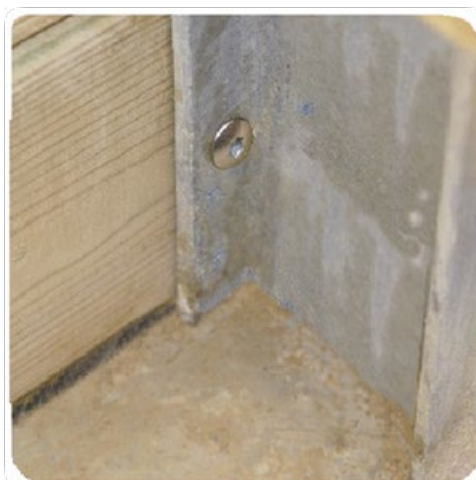

Abbildung 11 – Verkantung der Bohlen auf den Streben
- auf den 4 Streben (diese sind vorgebohrt, wie in *Abbildung 11* gezeigt) mit 36 Torx-Gewindeschrauben 6 × 30 aus A2 Edelstahl (Pack D).